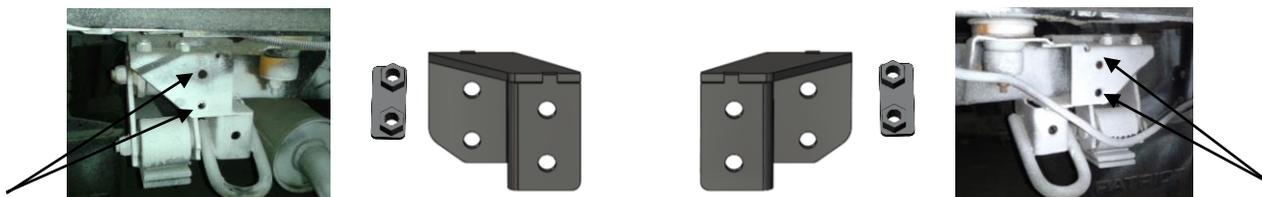

Рис.2
3. Установить левый и правый кронштейны №1 металлического каркаса в штатные отверстия болтами М10х25, используя закладные №1 с приваренными гайками (рис.2). **ВНИМАНИЕ! Болты не затягивать!**